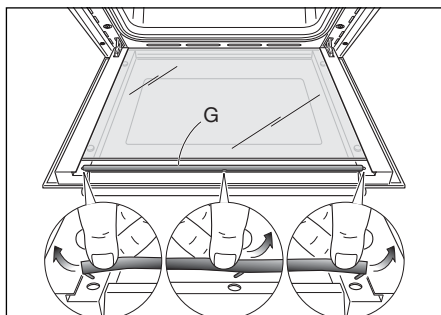

Fig. 40d
- Retirez le joint « G » en détachant les trois crochets de fixation (Fig. 40d).